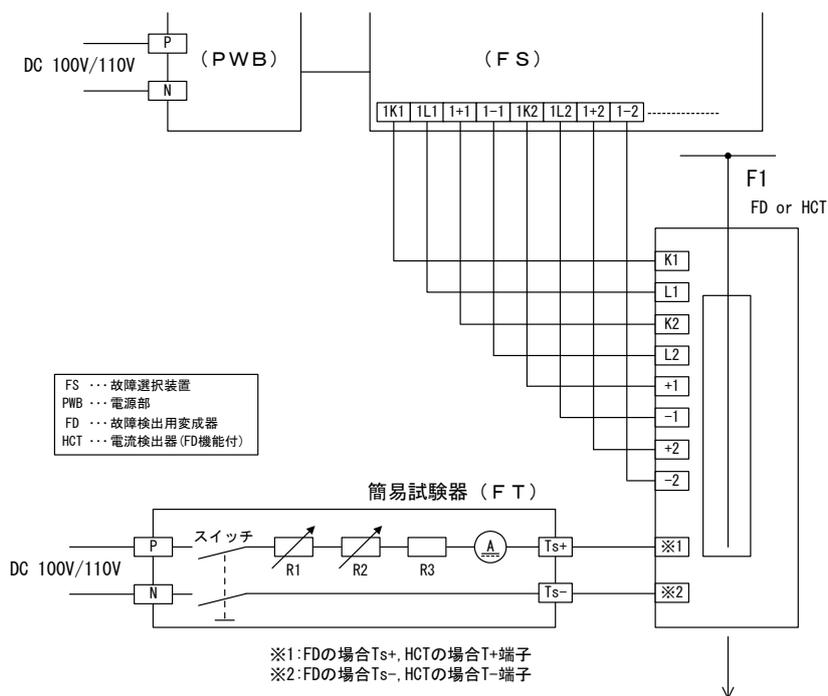

図 30. 動作試験回路
故障検出用変成器 (FD) および電流検出器 (HCT) には一次電流と等価な試験コイルを内蔵しており、一次電流 1000A あたり約 1A の直流電流を通電することで等価試験を行うことができます。図 30 に弊社製の簡易試験器 (FT) を使用した場合の等価試験回路を示します。
- ① 図 30 のように、FT の Ts+・Ts- 端子を FD の Ts+・Ts- 端子（または HCT の T+、T- 端子）に接続し、FT の P、N 端子を DC100V/110V に接続して下さい。
- ② 可変抵抗器 R1、R2 を左に回し FT の内部抵抗値を最大にした状態で、FT のスイッチを投入し、FS の動作を確認して下さい。
- ③ 不動作の場合は R1, R2 を右へ回して抵抗を減らして、再びスイッチを投入して、FS の動作を確認して下さい。
- ④ ③の操作を繰り返して動作限界点を求め、動作時の電流値を電流計(A)で確認します。この動作電流値が試験成績表に記載の電流値と比較して±10%以内ならば装置の動作感度は正常とみなします。
(3) 等価試験時の注意事項
- ① スwitchの切時間は5秒以上確保して下さい(切時間が短い場合は誤差が発生)。
- ② DC100V/110V 電源は十分に容量が大きい電源を使用して下さい(リップルやレスポンスの大きい電源および内部インピーダンスの大きい電源の場合は誤差が発生)。
- ③ スwitchの投入時間は、簡易試験器に内蔵されている抵抗器の熱的な面から長い時間の通電をさげ、メータの読取りが終わったらすみやかに切して下さい。投入時間は長くても5秒以内とし、切時間は5秒以上確保して下さい。